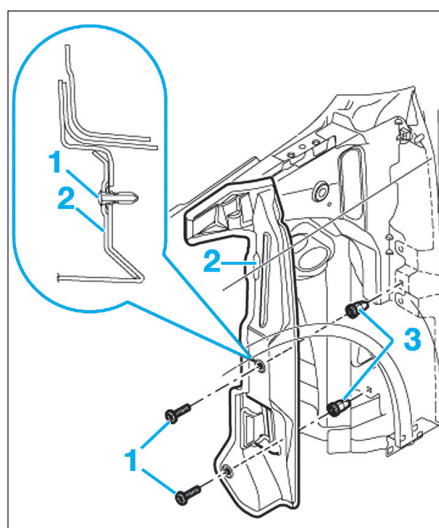

Fig. 78
- Déposer la pièce de fermeture (2) en dévissant les fixations (1) des clips (3) (Fig.78).